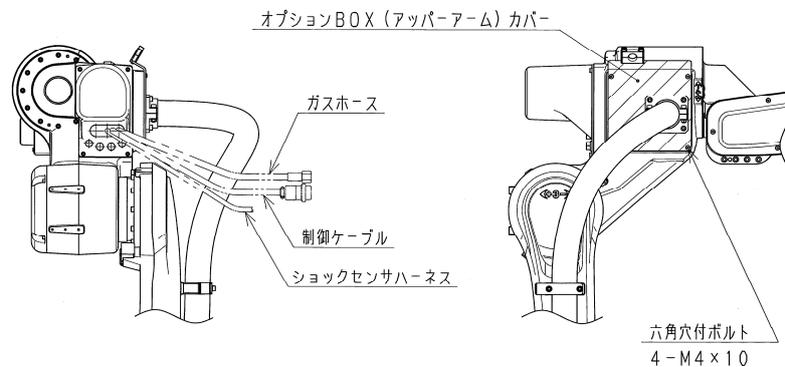

図 1.7 オプションBOX(アッパーアーム)の外観
1. 図 1.7を参考に上部アームにあるオプション BOX(アッパーアーム)のカバーを4本の六角穴付ボルト(M4×10)を外して開けてください。